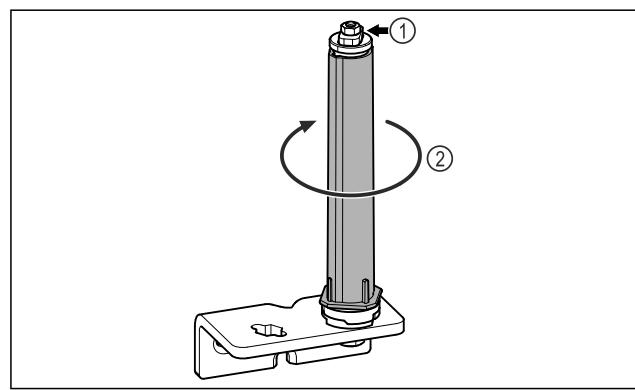

Fig. 23
► Türschließsystem Fig. 23 (1) nicht zerlegen.
- Schließsystem Fig. 23 (2) drehen, bis es klickt.